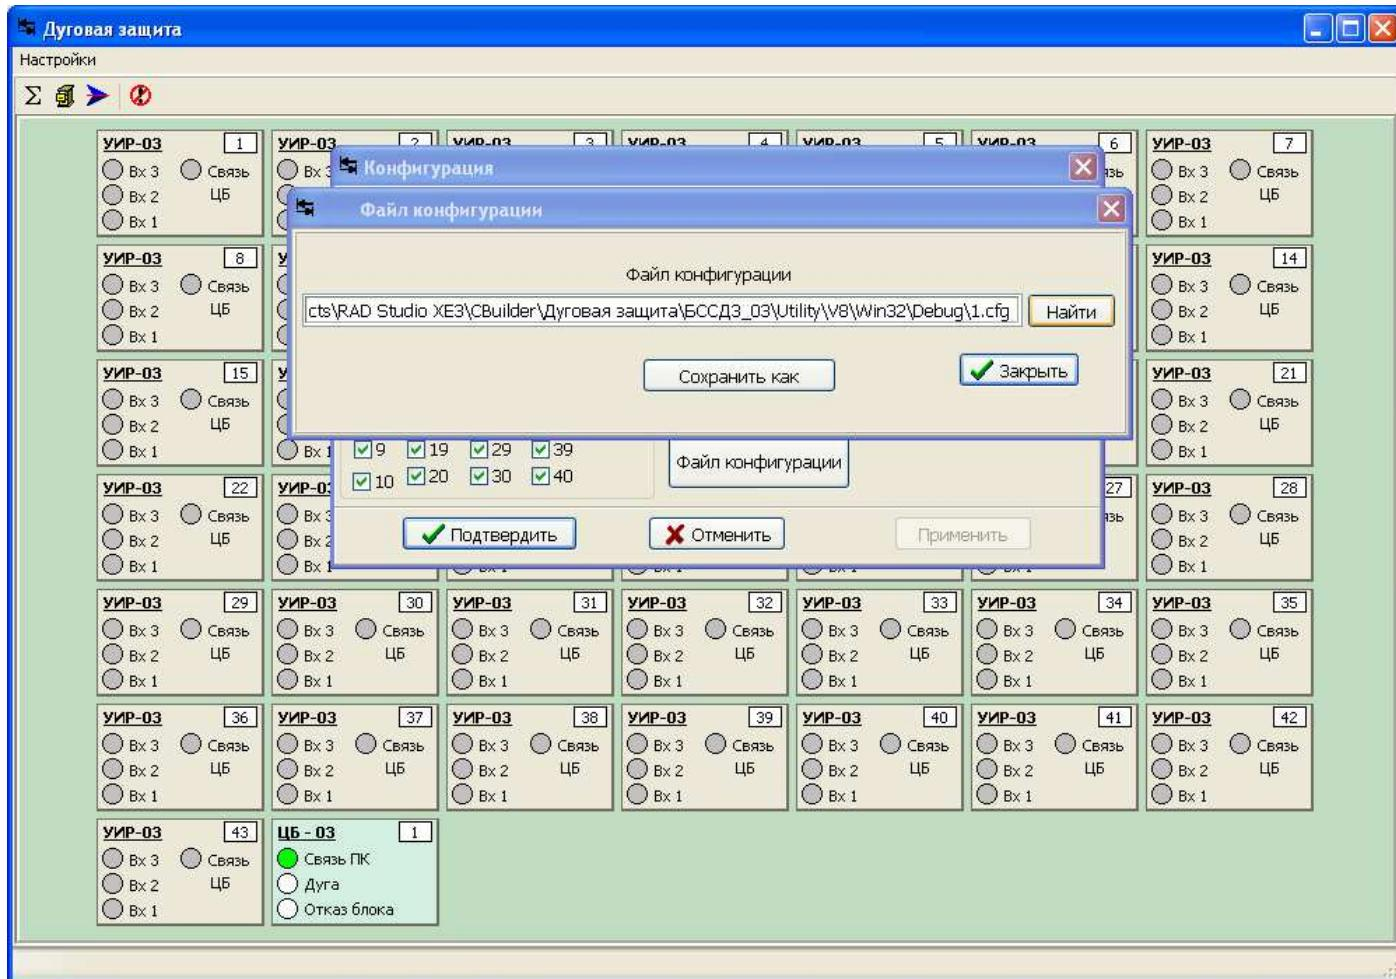
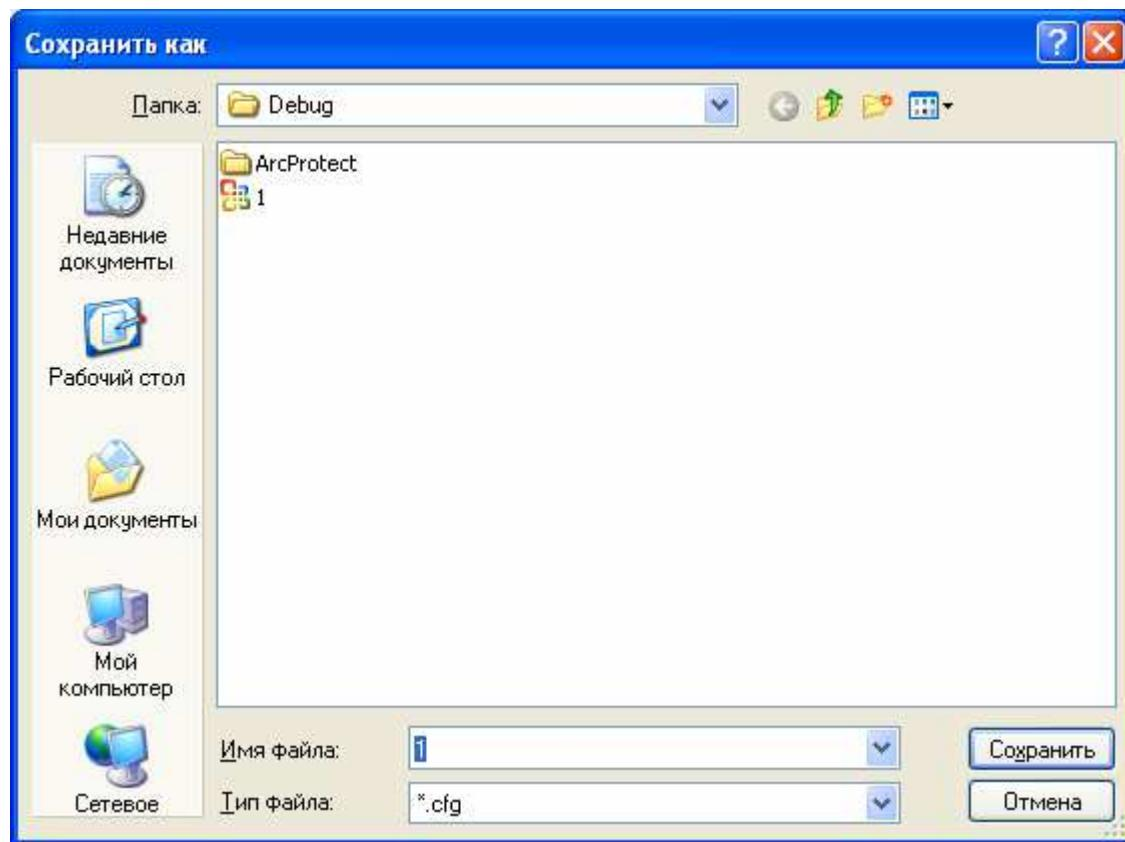

Рисунок 9 - Окно «Файл конфигурации»
Рисунок 10 – «Окно сохранения файла».
- Вызвать окно «Файл конфигурации» (см. рисунок 9);
Окно «Файл конфигурации» (см. рисунок 9) позволяет найти ранее сохраненный файл, в котором записаны настройки программы, и использовать его данные для текущих настроек. Кроме того, окно «Файл конфигурации» позволяет сохранить текущие параметры программы в файл. Для сохранения текущих параметров в файл конфигурации необходимо нажать на кнопку «Сохранить как», после этого на экране монитора появится окно сохранения файла (см. рисунок 10). Окно сохранения файла позволяет выбирать папку и задавать имя файла конфигурации.